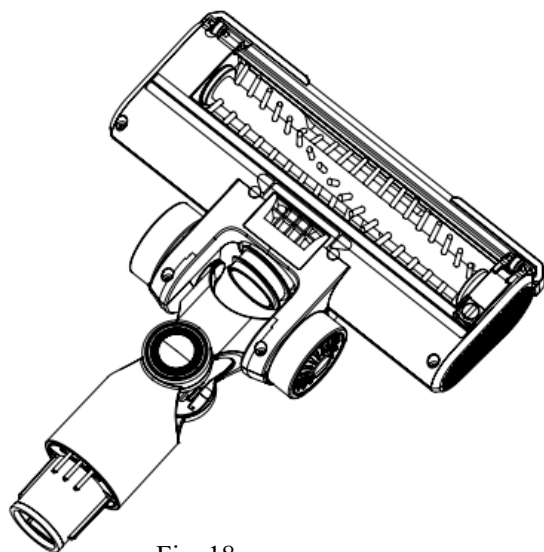

Fig. 18
- 1, Far scorrere il fermo sul retro della spazzola.(Fig. 18)